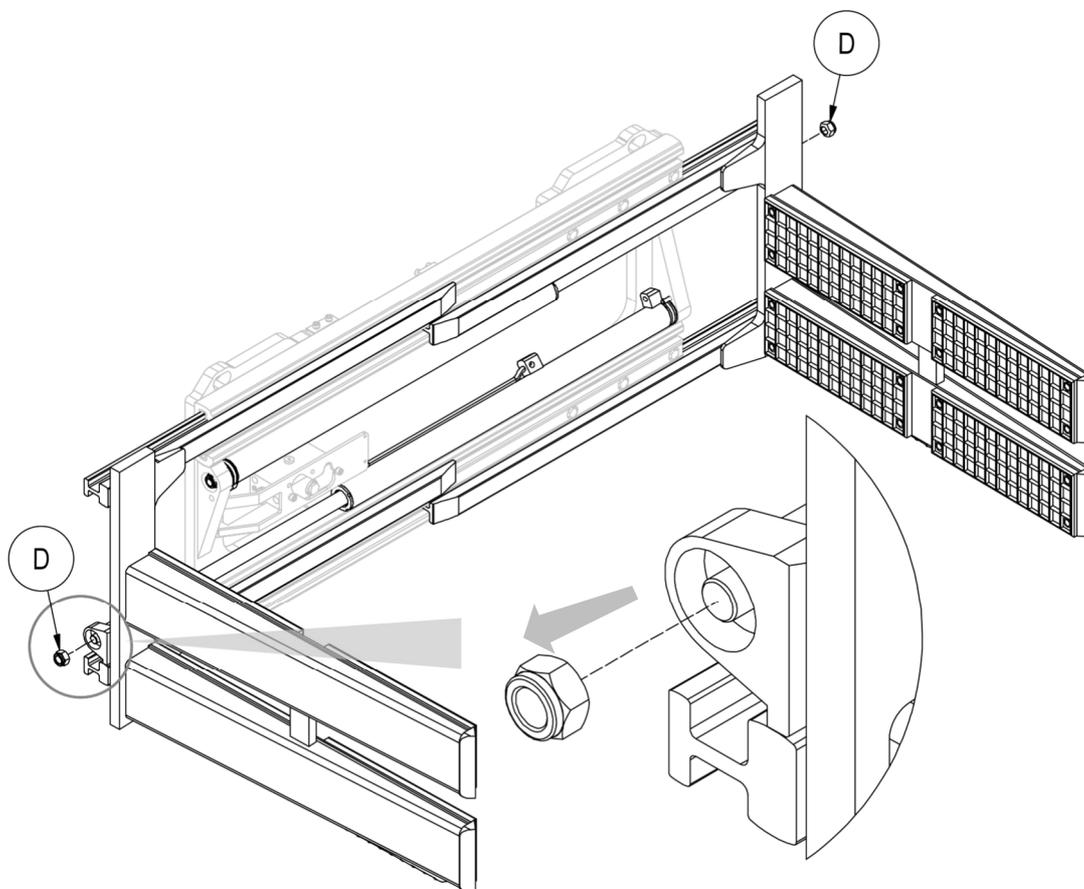

Figure 36
3. Retirer les écrous **D** qui relient les vérins aux fourches (voir *Figure 36*).